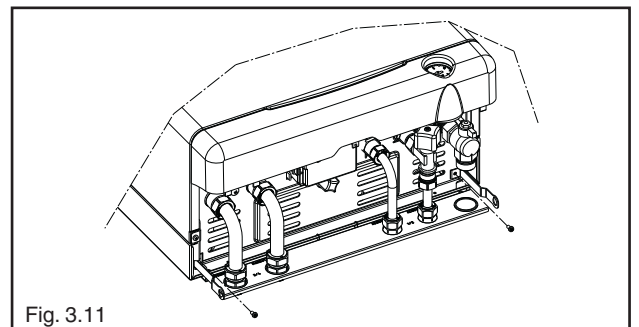

Fig. 3.11
- applicare sulla mensola le squadrette porta copertura fornite in dotazione, fissandole con le apposite viti (fig. 3.11)